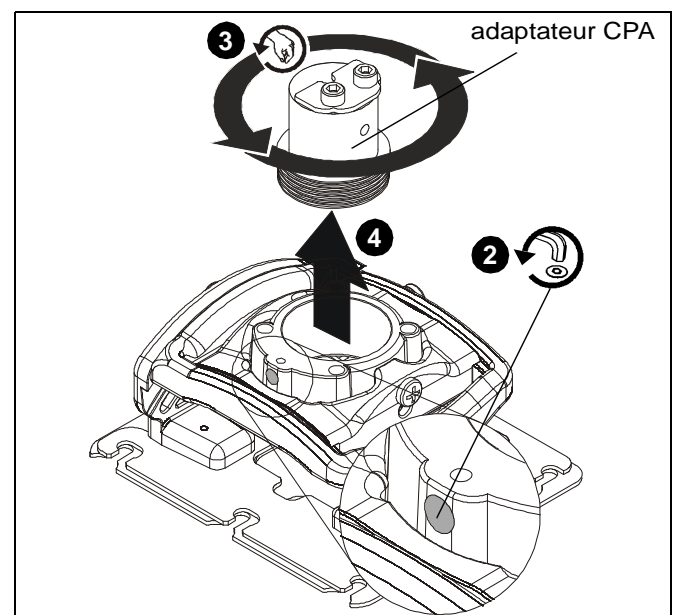

Figure 3
1. Desserrez la vis d'arrêt maintenant l'adaptateur CAP au support RPME. (Voir la Figure 3)
2. Tournez l'adaptateur CPA dans le sens contraire des aiguilles d'une montre jusqu'à ce que le filetage ne soit plus engagé dans le RPME. (Voir la Figure 3)
3. Retirez l'adaptateur CPA du RPME. (Voir la Figure 3)